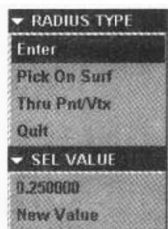

图 1.15
3. **Radius (圆角半径值的指定):** 圆角半径值的指定方式有下列 3 种 (见图 1.15)。